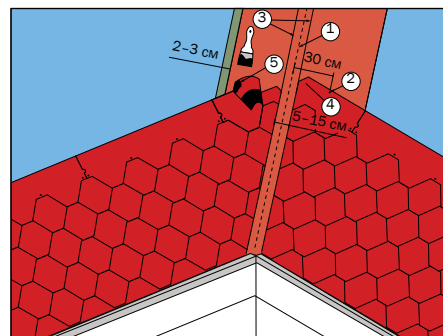

Рис. 18
порядке до линии подреза (3) в сторону оси ендовы (1) (рис. 18). Каждая черепица дополнительно фиксируется с помощью кровельных гвоздей в верхней части (2). Не следует прибивать специальные гвозди на расстоянии ближе 30 см от центральной оси ендовы (1). Так собираются две поверхности ската относительно ендовы. После чего при помощи шнуры (отбивки) отбиваются две мелованные линии (3). Затем рядовая черепица прорезается по линии 3. При этом необходимо подкладывать специальную дощечку, чтобы не повредить целостность гидроизоляционного ковра. Для отбоя воды в ендове необходимо подрезать каждую черепицу (4) и промазывать битумной мастикой ТехноНИКОЛЬ с тыльной стороны на величину 10 см в местах отсутствия самоклеющегося слоя (5).
Сначала монтаж рядовой черепицы выполняется на малоуклонном скате с нахлестом на более крутой скат на величину не менее 30 см (рис. 18). Каждая черепица дополнительно фиксируется с помощью кровельных гвоздей в верхней части (2). Не следует прибивать специальные гвозди на расстоянии ближе 30 см